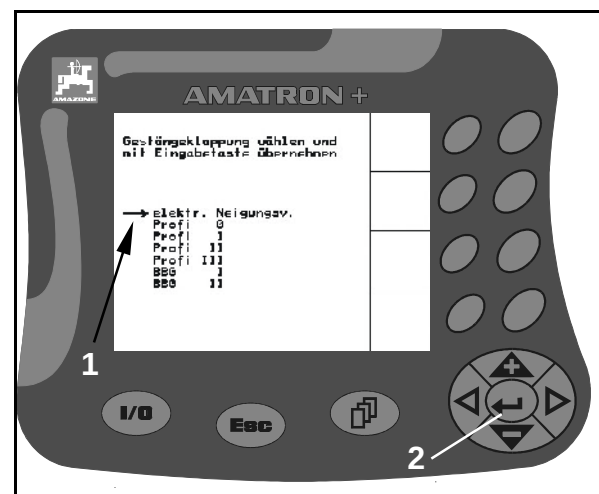

Fig. 38
1. Posicione la flecha de selección (Fig. 38/1) con ayuda de las teclas  o .
2. Oprima la tecla  (Fig. 38/2), para aceptar la opción seleccionada en el **AMATRON +**.